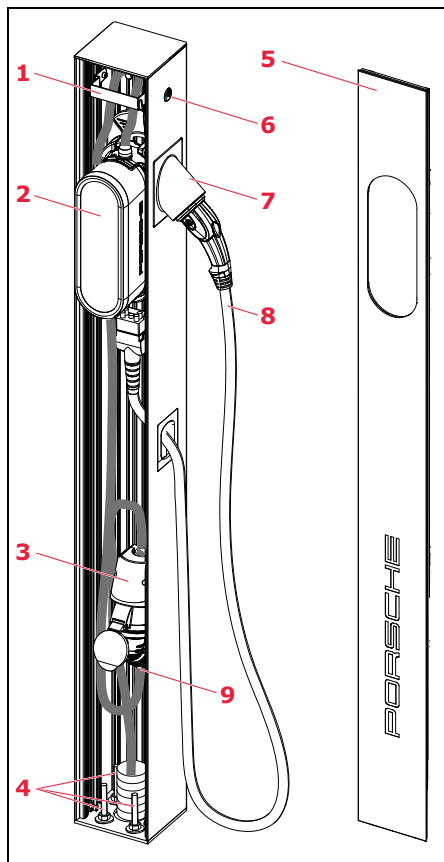

图 1：部件概览
- 用于充电插头座（请参见图 1，第 7 项）的国家/地区专用插头适配器